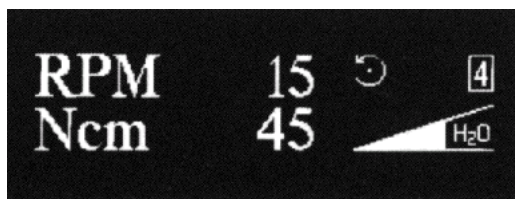

Fig. 8
Comme le montre la Figure 8, les paramètres sont les mêmes que ceux du niveau ③ à l'exception du sens de rotation qui est ici à l'inverse du sens des aiguilles d'une montre.